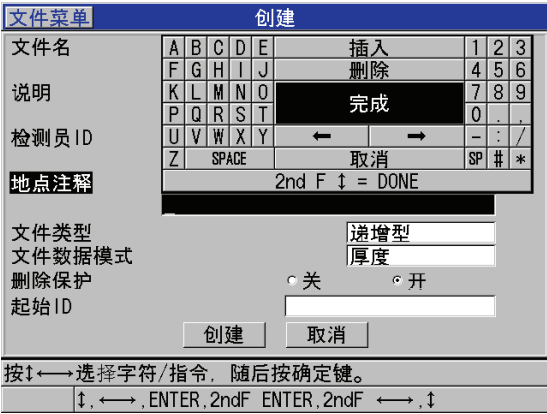

图 11-4 递增型文件的创建屏幕
- 2. 在**创建**屏幕中（参见第 144 页的图 11-4）：